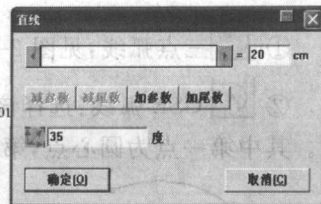
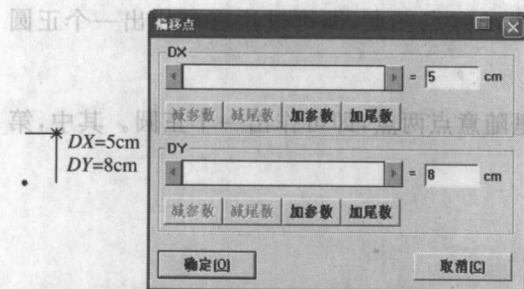

图 2-2-26
图 2-2-27
(10)  量角器:选中量角器工具,分别单击已知直线的两端,则该直线被选中呈红色,然后拖动鼠标,使直线展开一定角度,单击左键弹出提示对话框,输入相应角度(与已知直线的夹角)和长度即可(图 2-2-26)。
(11)  点(铅笔点):此工具包括点和偏移点,选中点工具按住不动超过 1s 将弹出偏移点工具。选中该工具后,直接在线上或者线外的任意空白处,单击左键即可作一个点,如果弹出尺寸对话框,输入相应数据确定完成。
(12)  偏移点:选择该工具,在选中的参照点单击左键(此点变红),松开后拖动鼠标在操作空白处单击左键,弹出对话框,输入相应的 X,Y 方向的偏移量确定完成(图 2-2-27)。